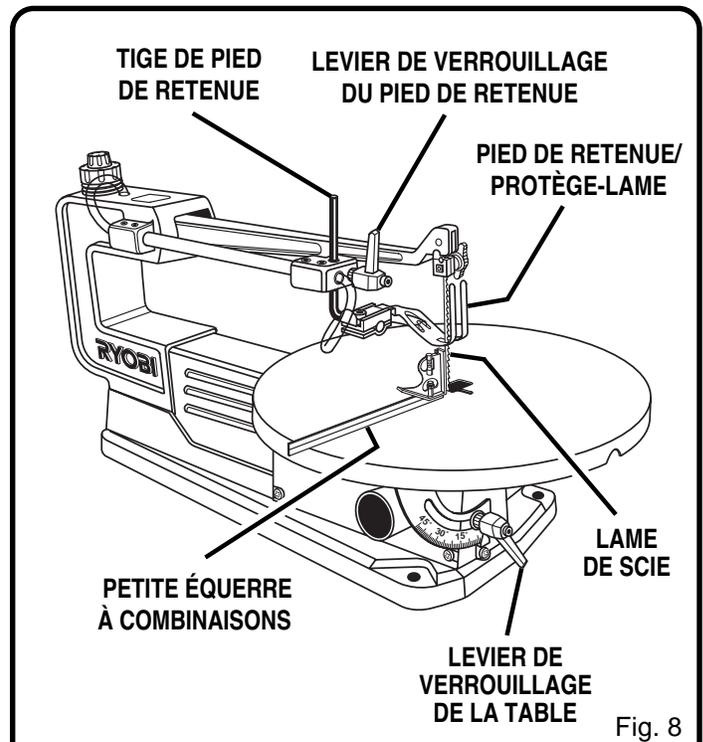

Fig. 8
Voir figures 8 et 9.
- Desserrez le levier de verrouillage du pied de retenue. Voir figure 8.